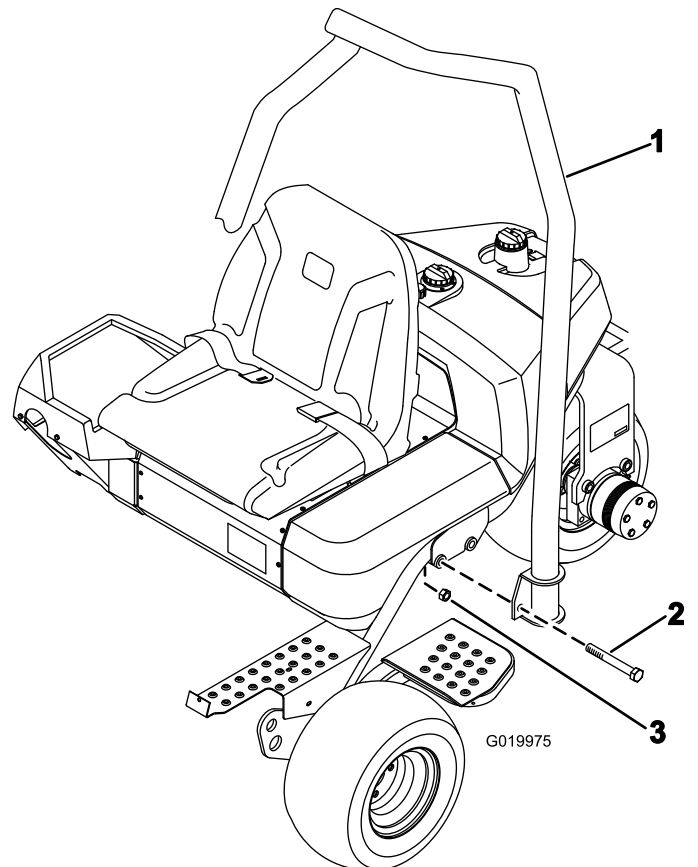

Figure 7
1. Positionnez l'arceau de sécurité de sorte que la partie courbe en haut du tube soit dirigée vers l'avant de la machine (Figure 7).
2. Abaissez l'arceau de sécurité sur le cadre en l'alignant sur les trous de fixation (Figure 7).
- Fixez chaque côté de l'arceau de sécurité au cadre avec 2 boulons ($\frac{5}{8}$ " x $4\frac{1}{2}$ ") et contre-écrous, comme montré à la Figure 7.